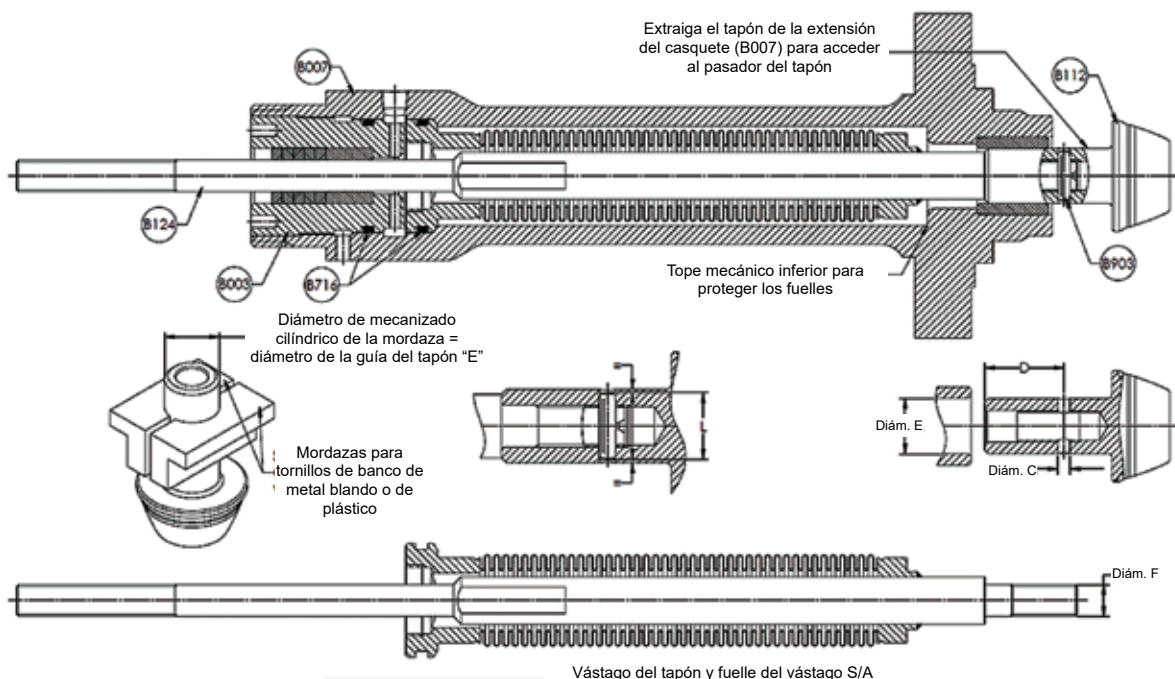

Figura 15 - Desenganche y fijación del tapón al vástago
Nota: Utilice siempre mordazas metálicas suaves para sujetar la superficie de la guía del tapón. Si no se toma esta precaución, podría dañarse la superficie de la guía del tapón durante el anclaje ver la Figura 15 en página 24.
- **Si el tapón (B112) ya está completamente perforado**, (típico para material de acero inoxidable endurecido a 440C o estelite sólido o equivalente), taladre el vástago (B120) al mismo diámetro (diámetro C en la Figura 15 en página 24) que el orificio del mango del tapón.
- Haga coincidir el diámetro C, ver Figura 15 en página 24
- Mida la dimensión D en función del diámetro de la guía del obturador y el diámetro del vástago, ver Figura 15 en página 24.
- Seleccione el tamaño correcto del pasador en función del diámetro de la guía del tapón y el diámetro del vástago, ver la Figura 15 a continuación. Aplique una pequeña cantidad de grasa en el pasador (B903) y ensamble a mano en el orificio del tapón.
- Presione el pasador (B903) en el orificio con un martillo. Complete la operación de fijación asegurándose de que el pasador esté empotrado por la misma cantidad desde ambos lados, ver la Figura 15 a continuación.